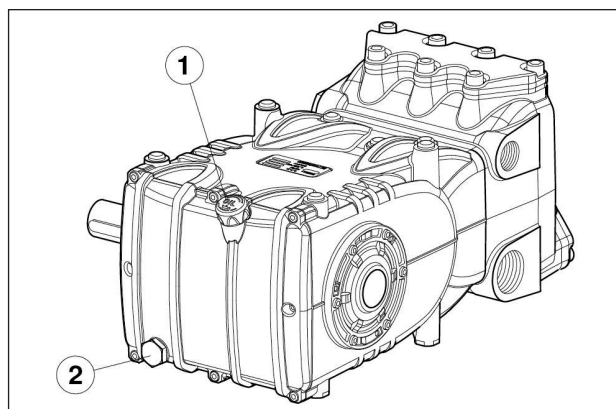

Fig. 3
Controlar el nivel de aceite, si es necesario repostar Desde la varilla de nivel de aceite pos. ①, Fig. 3.
El control correcto del nivel de aceite se realiza con la bomba a temperatura ambiente, el cambio de aceite va realizado con la bomba a temperatura de funcionamiento retirando: la varilla de nivel de aceite pos. ①, y, a continuación, el tapón pos. ②, Fig. 3.